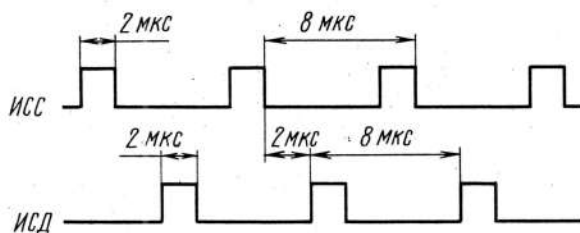

Рис. 8
- DD7, DD8, DD14.4, DD15.1, DD15.2 — формирователь последовательностей импульсов селекции синхробитов ИСС и импульсов селекции битов данных ИСД (выделяет из сигналов считывания информационные биты, также см. рис. 8);
Низким уровнем PC0 на элементе DD13.4 блокируется канал считывания информации с НГМД RD DATA. Логический ноль, поступающий на входы S триггера DD11.1 после инвертирования элементом DD14.1 сигнала блокировки, устанавливает логическую единицу на выводе 5 триггера DD11.1. Через инвертор DD14.3 на входы сброса счетчиков DD7 и DD8 поступает сигнал низкого уровня, что обеспечивает их непрерывную работу. Сигналы, снимаемые с 8 и 9 выводов счетчика DD8, на элементах DD14.4, DD15.1, DD15.2 формируют соответственно последовательности ИСС и ИСД. Импульс ИСД после инвертирования элементом DD14.6 поступает на тактовый вход регистра DD2. При поступлении тактового импульса происходит сдвиг вправо параллельного кода, записанного в регистр, и на выводе 20 появляется очередная бит этого кода. Сигналы записи формируются элементами DD13.1, DD13.2 и DD13.3. В момент действия высокого уровня ИСД на выводе 2 DD13.1 присутствует записываемый бит. Через элементы DD13.1 и DD13.2 бит поступает на вход буферного усилителя DD6, а затем и на линию сигнала записи НГМД (WR DATA). Согласно временной диаграмме, приведенной на рис. 8, сигнал ИСС находится в это время в состоянии логического нуля. Поэтому прохождение сигналов через элемент DD13.3 запрещено. После того, как сигнал ИСД перейдет в состояние логического нуля, прохождение информационного бита на запись через элемент DD13.1 станет невозможно. При активном уровне ИСС через открытые элементы DD13.3, DD13.2 и буфер DD6 на линию WR DATA поступит логическая единица, сформированная на выводе 12 дешифратора DD10. Таким образом, в момент действия ИСД на линии записи НГМД будут поступать информационные биты, а в момент действия ИСС — единичные синхробиты. Подсчет количества записанных бит ведет счетчик DD9. После прохождения восьмого импульса ИСД его выводы перейдут в нулевое состояние, что вызовет установку триггера готовности: на выводе 9 DD12.2 появится логическая единица. Состояние триггера готовности программно опрашивается ДОС по линии PB7. При обнаружении единицы в этом разряде ПЗВМ запишет новый байт в порт А DD1 (адрес F000H), при этом на элементах DD15.4, DD16.4, DD16.1, DD16.2 сформируется сигнал сброса триггера готовности.